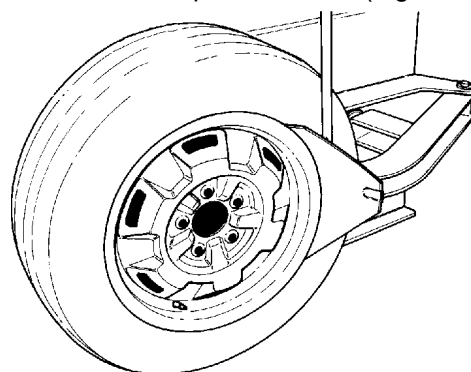

Fig. 4.1-2
B. Détalonner le flanc extérieur et intérieur de la roue. Maintenir ouvert l'outil de décollage, faire tourner l'ensemble pneu/jante dans la zone de l'outil de décollage (Fig. 4.1-2). S'assurer que l'ensemble pneu/jante est bien à plat contre les patins de l'outil de décollage sur le côté de la machine. S'assurer que la lame de l'outil de décollage n'est pas au-dessus de la partie supérieure d'une partie de la jante. Maintenant, activer la pédale de l'outil de décollage. Dès que le talon sort de la jante, relâcher la pédale de l'outil de décollage. Il pourrait être nécessaire de faire tourner le pneu de 90 degrés et de répéter la procédure ci-dessus pour sortir tous les talons.
Effectuer cette opération avec beaucoup de précautions. Eviter de maintenir trop longtemps la pédale du détalonneur pressée. Il pourrait provoquer accidentellement la rupture du talon (Fig. 4.1-2).